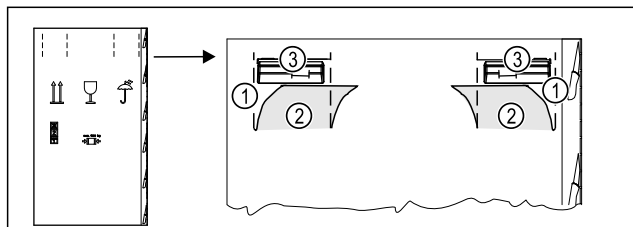

Fig. 3
- ▶ Wcisnąć górną część kartonu opakowaniowego w miejscu perforacji Fig. 3 (1).
- ▶ Wyciągnąć wciśnięte zakładki Fig. 3 (2).
- ▶ Uchwyt do przenoszenia Fig. 3 (3) jest widoczny po prawej i lewej stronie.
- ▶ Przytrzymać urządzenie za uchwyty do przenoszenia Fig. 3 (3).